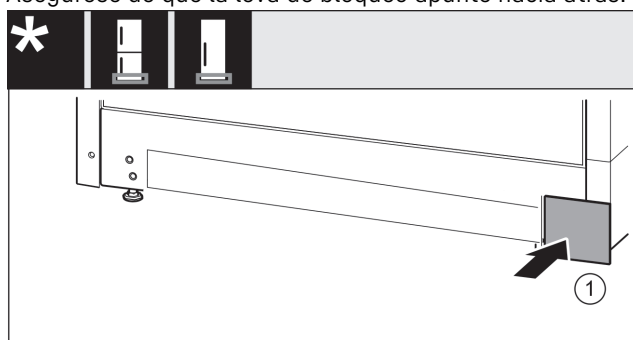

Fig. 18
- Vuelva a colocar la cubierta Fig. 18 (1) en el otro lado.